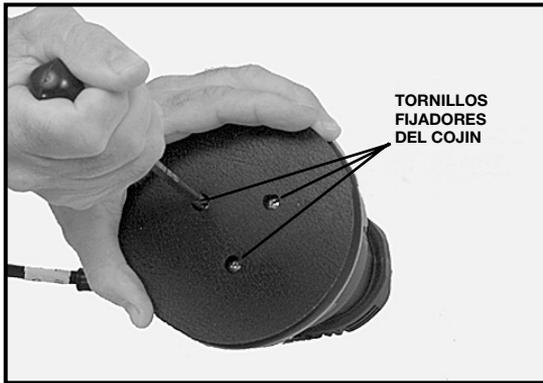

Fig. 9
2. Agarre el cojín con una mano y desatornille los tres tornillos con un desarmador Phillip (de cruz), Fig. 9 (desatornille en sentido contrario a las manecillas del reloj).